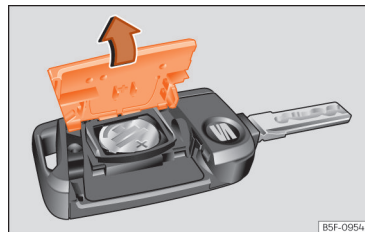

Abb. 48 Fahrzeugschlüssel: Deckel des Batteriefachs öffnen.
- Abdeckung auf der Rückseite des Fahrzeugschlüssels in Pfeilrichtung abnehmen »» (Abb. 48), »» ①.